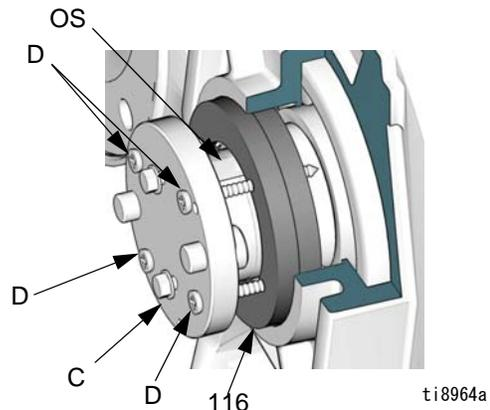

図 8. 出力シャフトシールの取り外し
4. 2 個の出力シール (116) を以下のように取り外します。
- a. 図 8 を参照してください。ツール (C) を出力シャフト (OS) と揃えます。所定の位置に固定します。
- b. タッピンネジ (D) 用の穴をテンプレートとして使用して、シール (116) に直径 7/64 インチ (2.8 mm) のパイロット穴をドリルで開けます。板金ネジ (D) をツールを通してシール (116) 内に取り付けます。
- c. ネジ (D) を均等に締め付けて、両方のシールを引き出します。